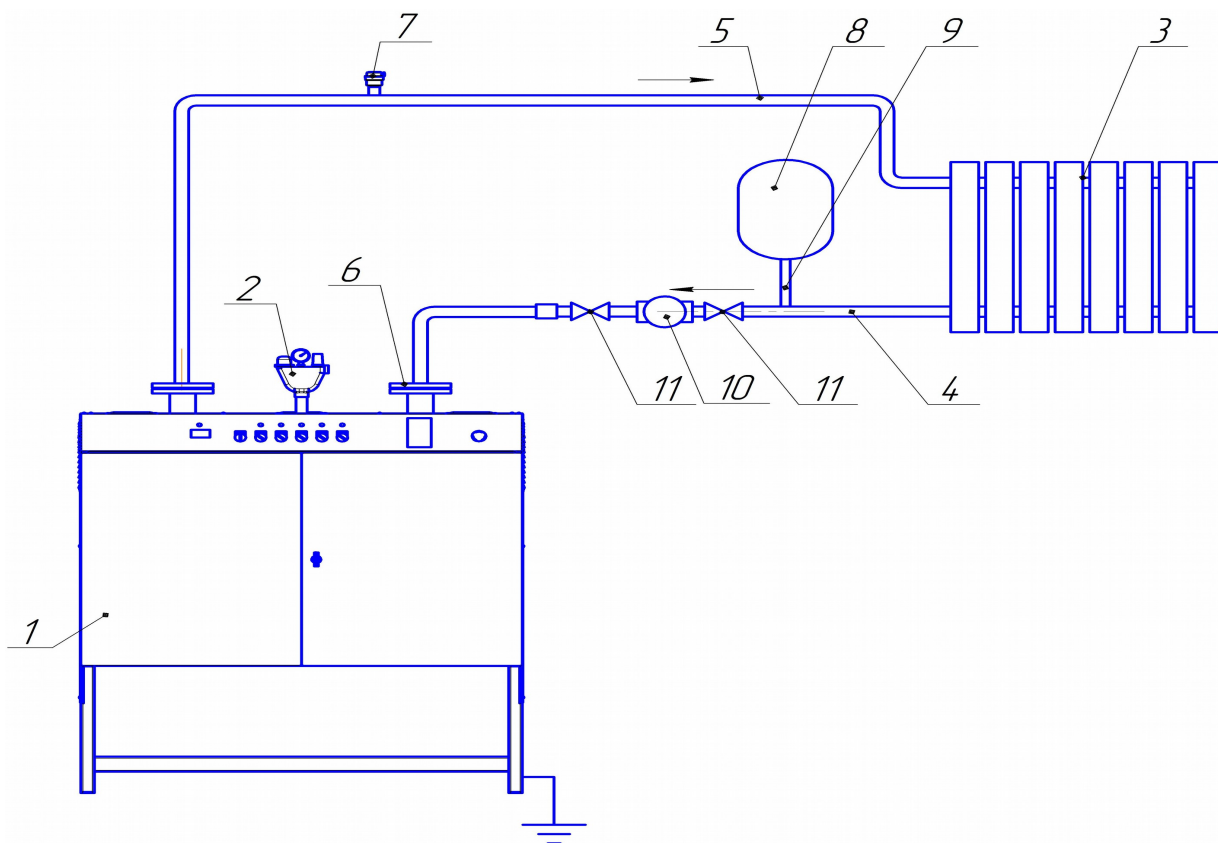

Рис. 4. Вариант использования ЭВН-К в системе отопления
5.6 Произведите подключение ЭВН-К-360 к системе отопления согласно схемы подключения представленной на рис.4.
10.1 Монтаж отопительной системы производится согласно **СНиП РК 4.02-42-2006**. В качестве нагревательного прибора (3) (см. рис.4) рекомендуется использовать радиаторы. Подсоединение ЭВН-К (1) к системе отопления осуществляется фланцами (6) с соответствующими уплотнителями.